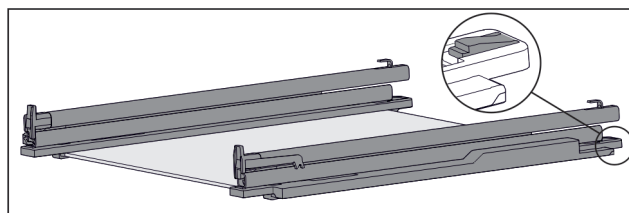

Fig. 116 Sklenená doska s koľajničkami a pridrznými dielmi
- ▶ Potlačte pridrzný diel vzadu nadol (pozri Fig. 116) a súčasne posuňte koľajničku dozadu.